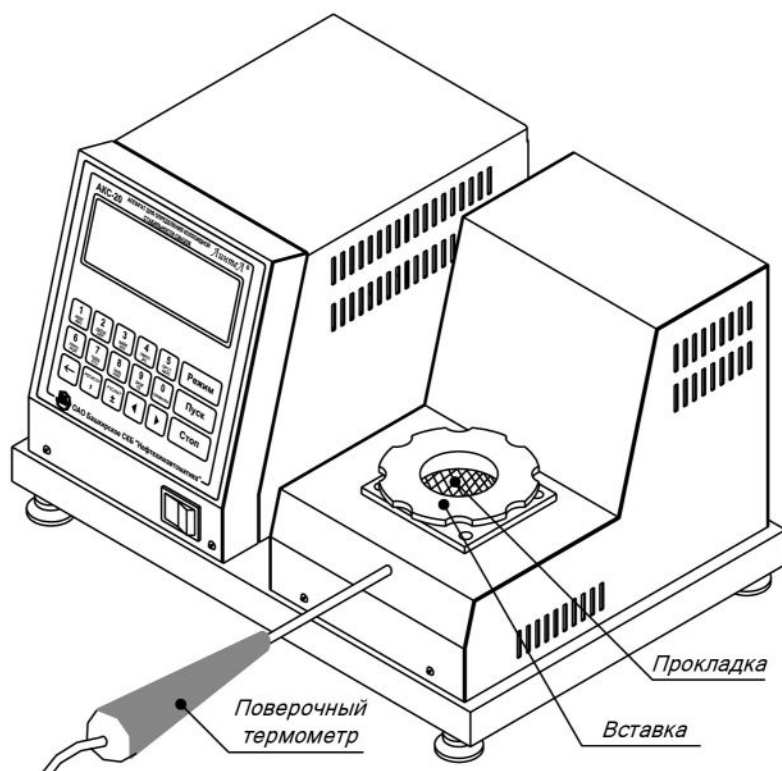

Рисунок 19 – Установка образцового термометра
- 1) закройте термостат вставкой со вложенной в нее прокладкой (см. рисунок 19, страница 24);
- 2) установите в отверстие на термостате образцовый термометр (см. рисунок 19, страница 24) до упора. В качестве термометра использовать термометр ТЦМ 9410/M2;